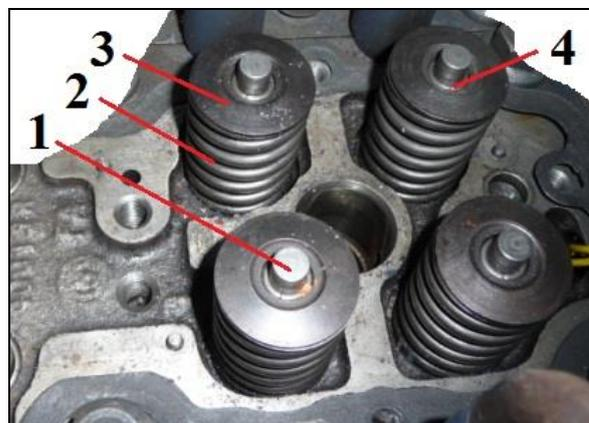

Рис.48 Разборка ГБЦ
3.9. Головка блока цилиндров (Рис. 48)
Смазать клапаны поз. 1 маслом и установить (см. **рис. 48**). Установить опорные шайбы пружин. Установить пружины поз.2 с тарелками поз. 3. Установить сухари поз. 4, используя приспособление WP-T11 (см. приложение Б).